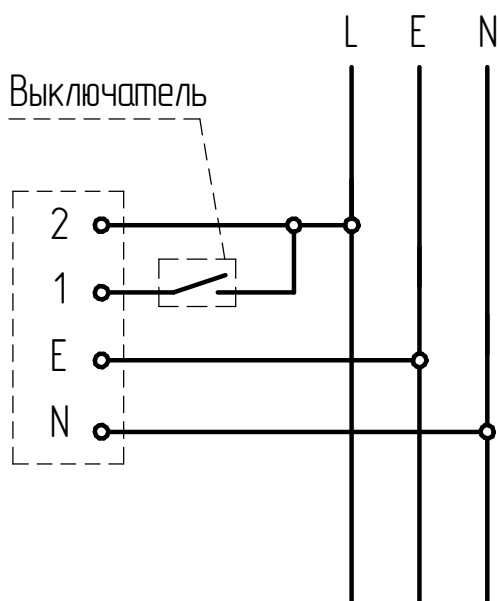

Рисунок 3 - Схема подключения светильника с аварийным блоком питания к сети
5.8 Подсоедините корпус в сборе к сети (рисунок 3). Проверьте надежность заземления.
5.9 Подключение светильника с БАП производить согласно схеме (рисунок 3). Подключите фазовый провод некоммутированной сети освещения (т.е. между фидером и светильником не должно быть никаких выключателей кроме автоматов защиты) к клемме 2, а фазовый провод коммутированной сети к клемме 1.